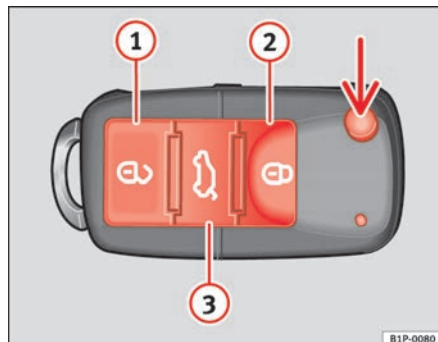

Fig. 43 Botões da chave com telecomando
Com o botão ⇒ fig. 43 (seta) do comando, destranca-se o palhetao da chave.
Destrancagem do veículo ⇒ fig. 43 ①.
Trancagem do veículo ⇒ fig. 43 ②.
Destrancagem do porta-bagagens. Prima o botão ⇒ fig. 43 ③ até que todos os indicadores de mudança de direcção do veículo pisquem durante breves segundos. Ao premir o botão de destrancagem ③, dispõe de 2 minutos para abrir o porta-bagagens. Uma vez decorrido este tempo, será novamente trancado.
Para alterar o estado de trancagem/destrancagem, accione o botão  ou a tecla 1 ⇒ página 83, fig. 43 da chave do comando à distância.